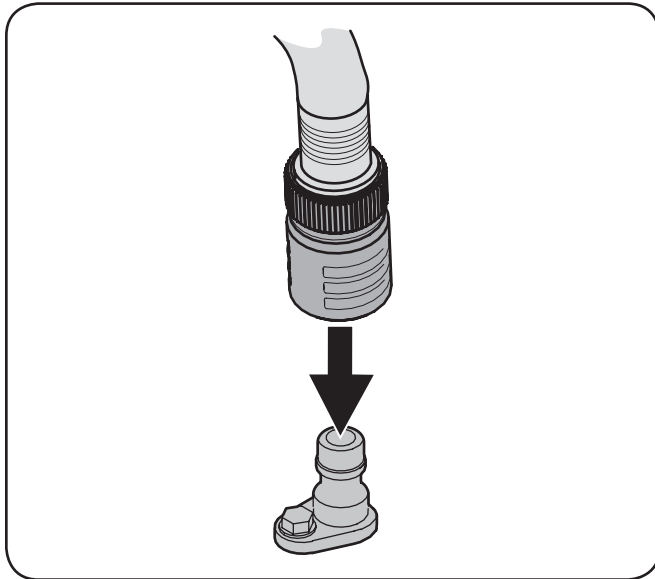

Figura 6-2
- Una el acople de la manguera al puerto de agua a la izquierda de la superficie de la cubierta. Vea la Figura 6-2.